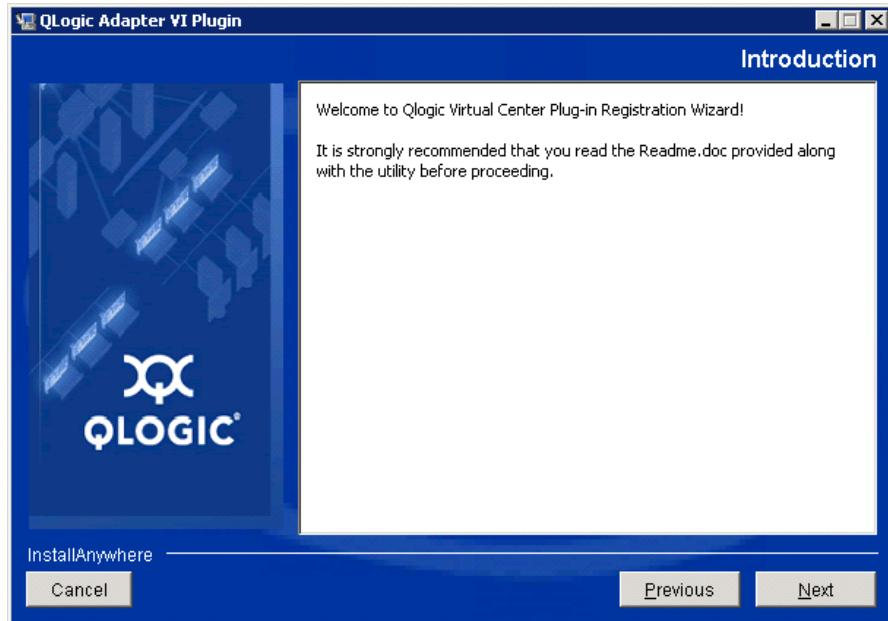

図 2-10. **QLogic Adapter VI プラグインウィザード : 概要**
3. QLogic Adapter VI プラグインウィザードの Introduction (概要) ウィンドウ (図 2-10 参照) で、Next (次へ) をクリックします。